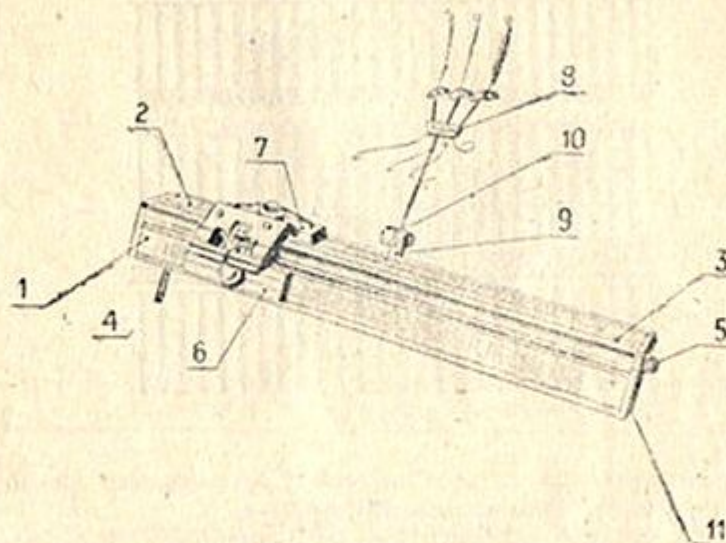
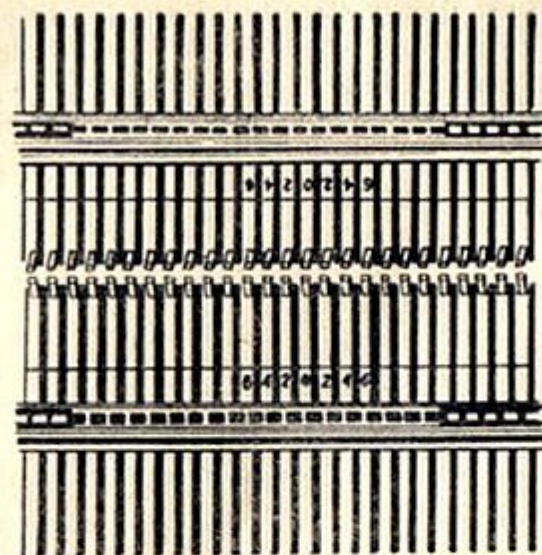

Рис. 5.1
Рис. 5.2
- 4-я графа — сдвиг игольниц (рис. 5.1, поз. 4);
- 5-я графа — выбор расстояния между игольницами (рис. 5.1, поз. 5);
Игольницы можно сдвигать друг относительно друга поворотом ручки 4 (рис. 5.1) влево или вправо, что даст возможность
Цифры, соответствующие этим положениям, нанесены в центральной части каждой игольницы (рис. 5.2). Если сдвига нет — нули на обеих игольницах совпадают.
Каретки 6 и 7 (рис. 5.1) устанавливаются в направляющих игольниц и перемещаются рукой вдоль игольниц, заставляя этим двигаться иглы, которые и выполняют процесс вязания.
Ознакомьтесь (без пряжи, вхолостую) с основными манипуляциями при работе на машине: ручкой сдвига игольниц 4 (рис. 5.1) переместите переднюю игольницу влево и вправо на несколько позиций сдвига, затем верните ее в исходное положение (рис. 5.2, отметки «0» на обеих игольницах — друг против друга); ручкой 5 (рис. 5.1) раздвиньте и сдвиньте игольницы, меняя величину зазора между ними; опустите и поднимите переднюю игольницу (как описано в разделе 5). Осмотрите уложенные в пазы игольниц язычковые иглы. Передвиньте рукой одну иглу, держа ее за пятку, в каждое из 4 исходных положений. Затем, пользуясь одной из гребенок, проделайте эту операцию сразу с несколькими иглами.